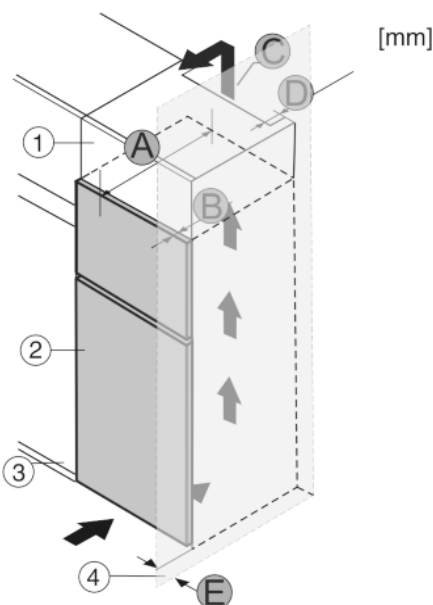

Fig. 18
Urządzenie może zostać obudowane szafkami kuchennymi. Aby dopasować urządzenie Fig. 18 (2) do wysokości ciągu szafek kuchennych, można nad urządzeniem umieścić szafkę nasadzaną Fig. 18 (1).
Urządzenie można ustawić bezpośrednio obok szafki kuchennej Fig. 18 (3). By móc całkowicie otworzyć drzwi, urządzenie musi wystawać przynajmniej o głębokość Fig. 18 (B) za front szafki kuchennej. W zależności od głębokości szafek kuchennych oraz od zastosowania elementów dystansowych urządzenie może wystawać jeszcze bardziej.
- Na tylnej ścianie szafki nasadzonej wymagany jest wywiewny kanał wentylacyjny o głębokości Fig. 18 (D) na całej szerokości szafki.
- Pod sufitem pomieszczenia należy zachować przekrój odpowietrzający Fig. 18 (C).
Jeżeli urządzenie będzie ustawiane z zawiasami do ściany Fig. 18 (4), to pomiędzy urządzeniem i ścianą należy zachować odstęp Fig. 18 (E).